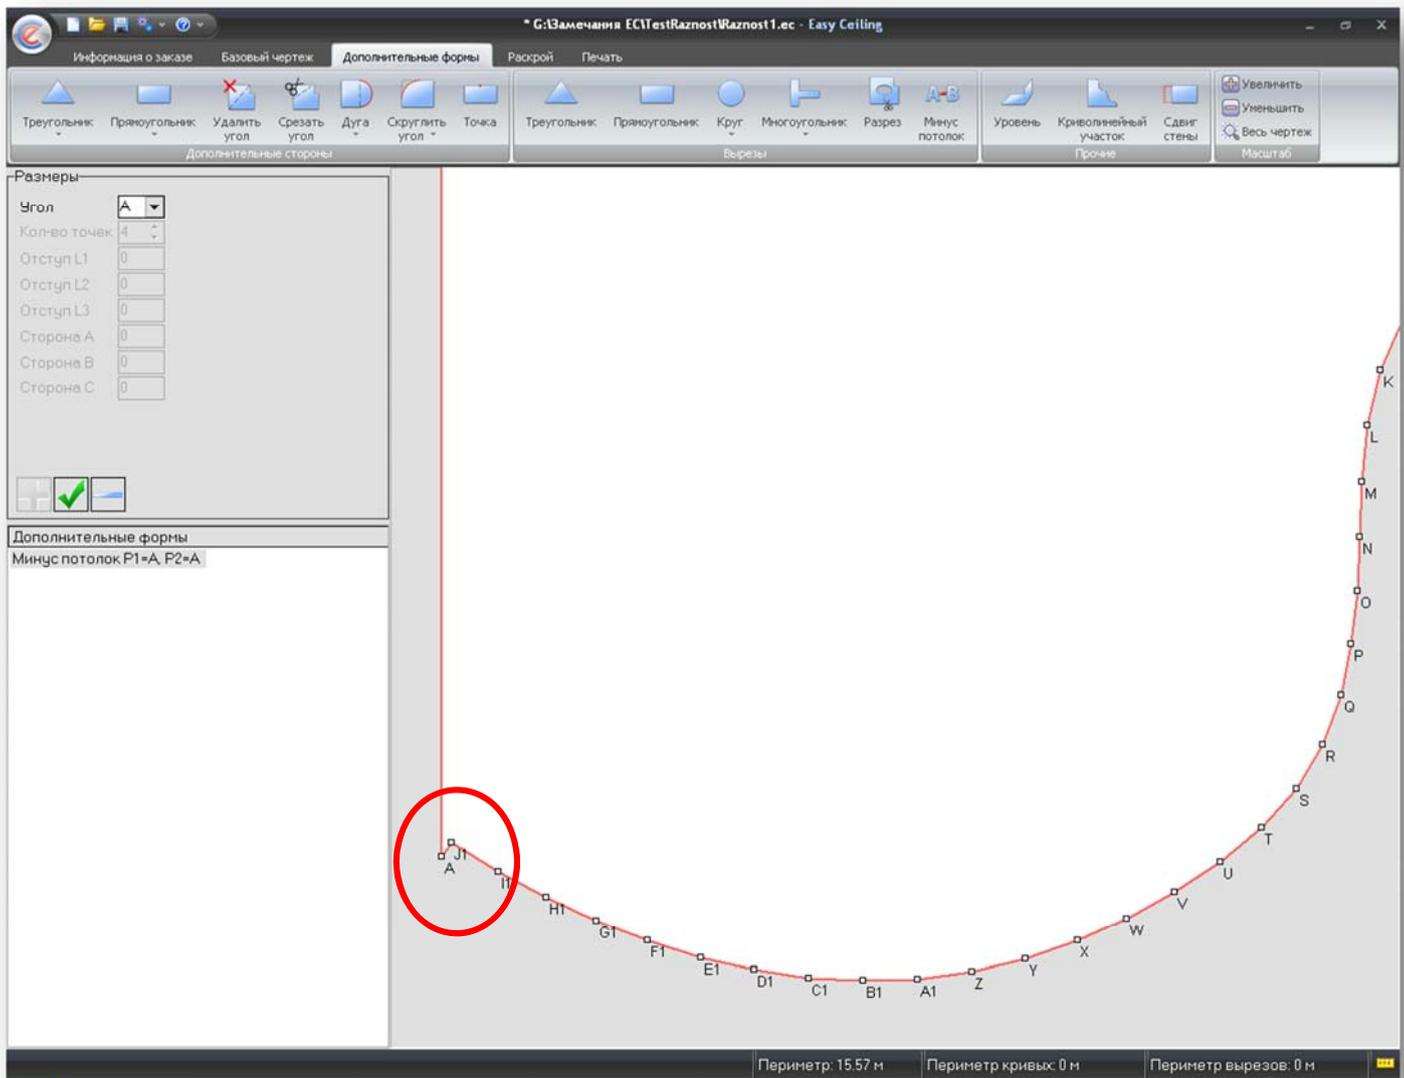

Рисунок 36 – Файл с применением дополнительной формы «Уровень»
- При загрузке файла для применения функции, алгоритм учитывает примененные к потолку дополнительные формы, то есть если в первом примере ко второму уровню был бы применен переход уровня, то получился бы не совсем правильный результат (рисунок 36), следовательно, применять дополнительные формы такие как «Уровень» и «Сдвиг стены» необходимо после применения функции минус потолок;